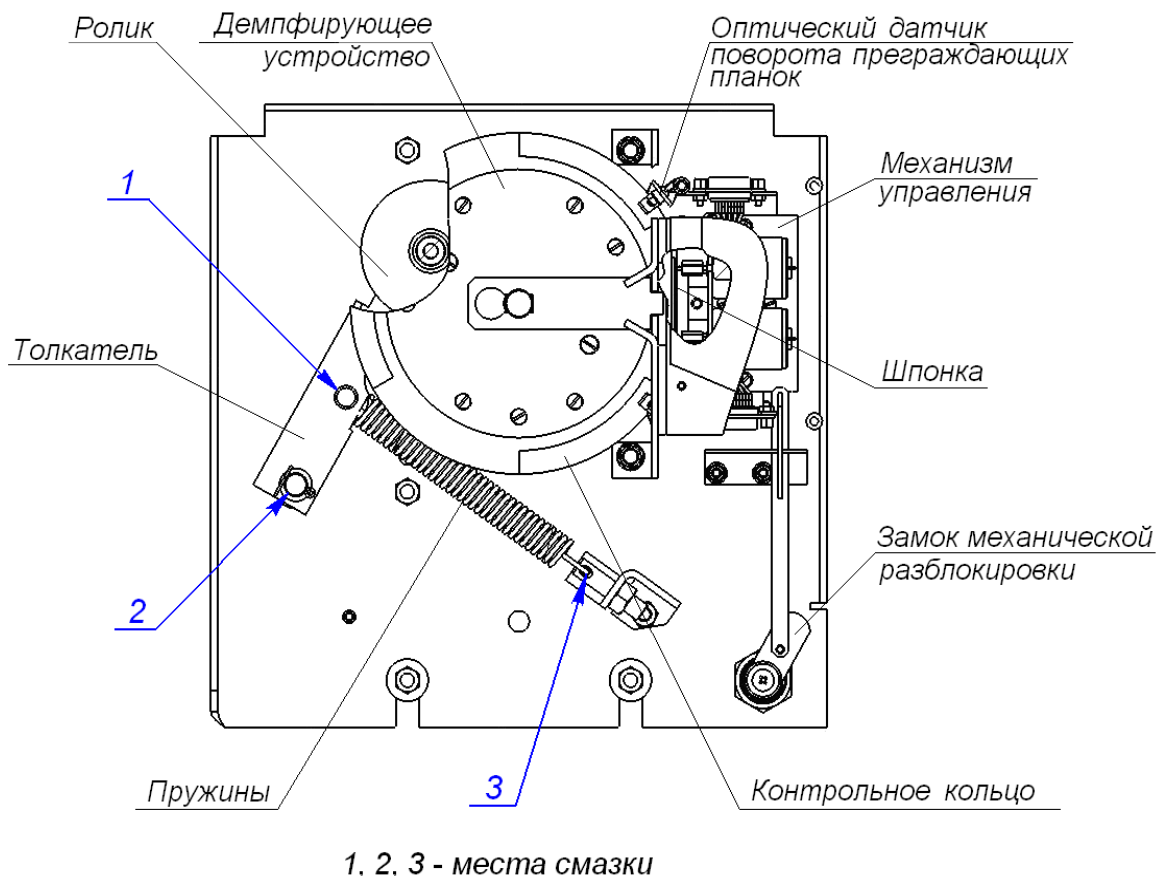

Рисунок 13. Расположение внутренних деталей и узлов стойки турникета (плата CLB условно не показана)
2. Снимите с турникета крышку с блоком индикации (2). Порядок снятия крышки описан в разд. 6.
3. Проведите визуальный осмотр устройства доворота (толкателя, пружин и ролика), оптических датчиков поворота преграждающих планок и демпфирующего устройства (см. рис. 13).
5. Выполните смазку узлов трения устройства доворота смазкой ШРУС-4. Смазку производите в следующих точках (см. рис. 13):
- механизм секретности замка механической разблокировки (15) через замочную скважину;